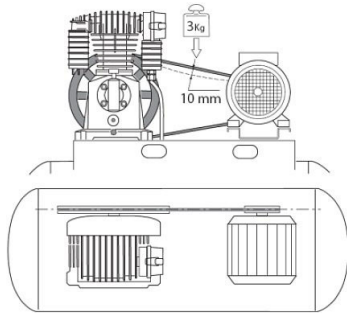

Abb. 17: Prüfen der Riemenspannung
Schritt 2: Nehmen Sie die Öleinfüllschraube bzw. den Verschluss-Stopfen oder Ölmesstab heraus, drehen Sie die Ölablass-Schraube (Pos. A, Abb. 17), heraus und sammeln Sie das Altöl in einem entsprechenden Behälter.